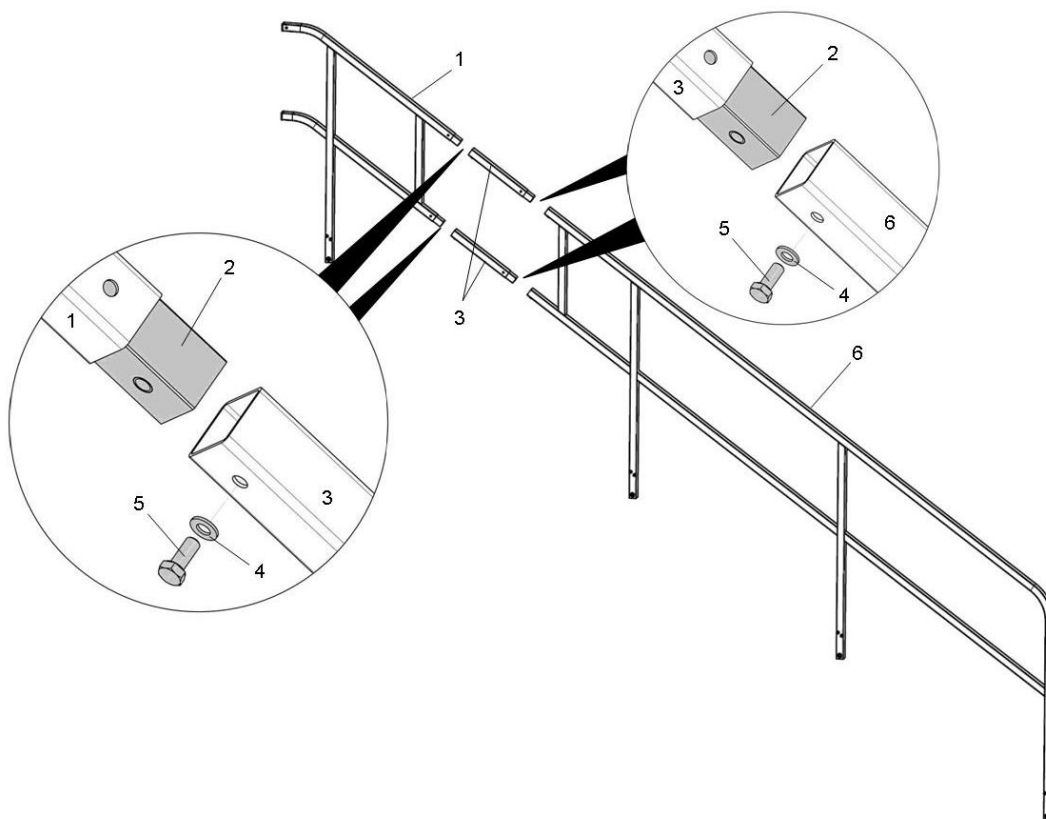

Abb. 54: Treppengeländer-Verlängerung einsetzen
1. Zwischenstück (Abb. 54/2) in unteren Geländerabschnitt (Abb. 54/6) einsetzen und mit Sechskantschrauben M8x20 (Abb. 54/5) und Scheibe (Abb. 54/4) im Zwischenstück (Abb. 54/2) verschrauben.
2. Zwischenstück (Abb. 54/2) in die Verlängerung (Abb. 54/3) einsetzen. Oberen Geländerabschnitt (Abb. 54/1) auf die Verlängerung schieben und mit Sechskantschraube (Abb. 54/5) und Scheibe (Abb. 54/4) festschrauben.